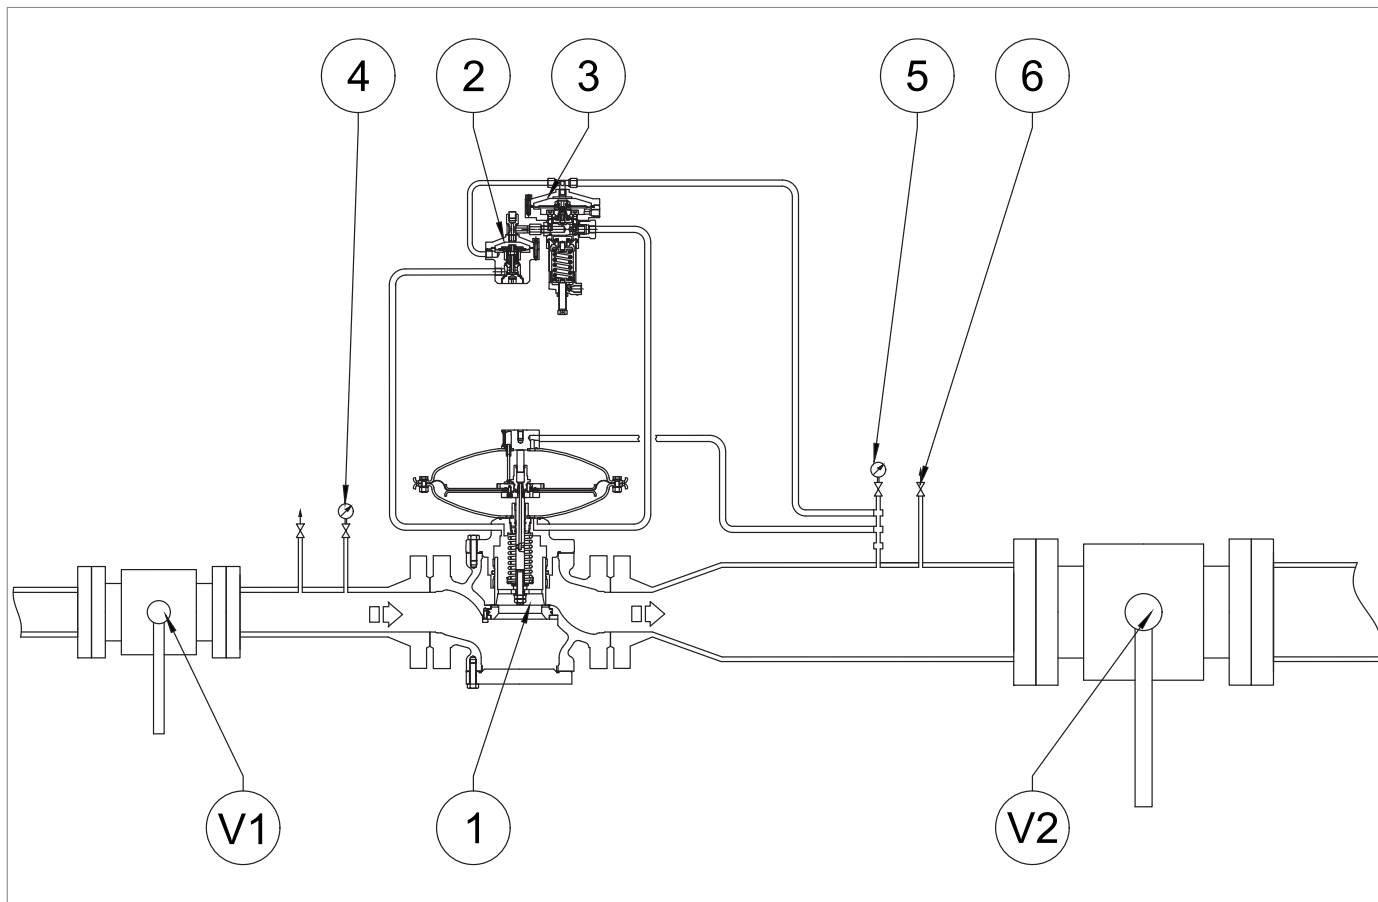

Fig. 8.32. Messa in servizio del regolatore REVAL 182
1	<p>! AVVISO!</p> <p>Controllare la pressione facendo riferimento al manometro (Fig. 8.32, rif. 5) posto a valle del regolatore principale.</p> <p>Se la valvola di blocco:</p> <ul style="list-style-type: none"> • interviene prima del valore di pressione previsto: avvitare (senso orario) la ghiera di regolazione (13) così da comprimere maggiormente la molla (11); • non interviene al valore di pressione previsto: svitare (senso antiorario) la ghiera di regolazione (13), così da scaricare la molla (11).
2	Diminuire la pressione del tratto di valle aprendo il rubinetto di scarico (Fig. 8.32, rif. 6) per portarla fino al valore di taratura del regolatore principale.
3	Chiudere il rubinetto di scarico (Fig. 8.32, rif. 6).